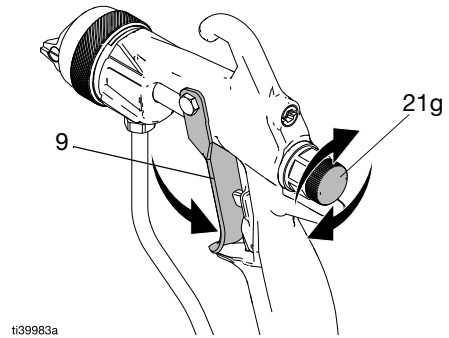

FIG. 32: Revise el gatillo y la perilla de ajuste del abanico
8. Revise el gatillo (9) y el movimiento de la perilla de ajuste del abanico (21g). Lubrique o repare si es necesario. Consulte la FIG. 32.